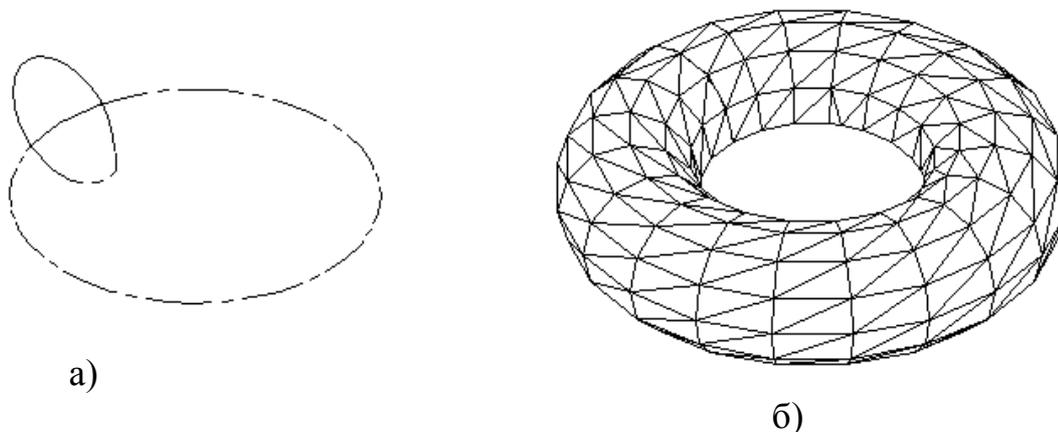

Рис. 6.6. Тор.
- ввести числовое значение радиуса направляющей окружности тора (на рис. 6.6а – радиус большей окружности);
- ввести числовое значение радиуса образующей окружности тора (на рис. 6.6а – радиус меньшей окружности);
Результат построений показан на рис. 6.6б.